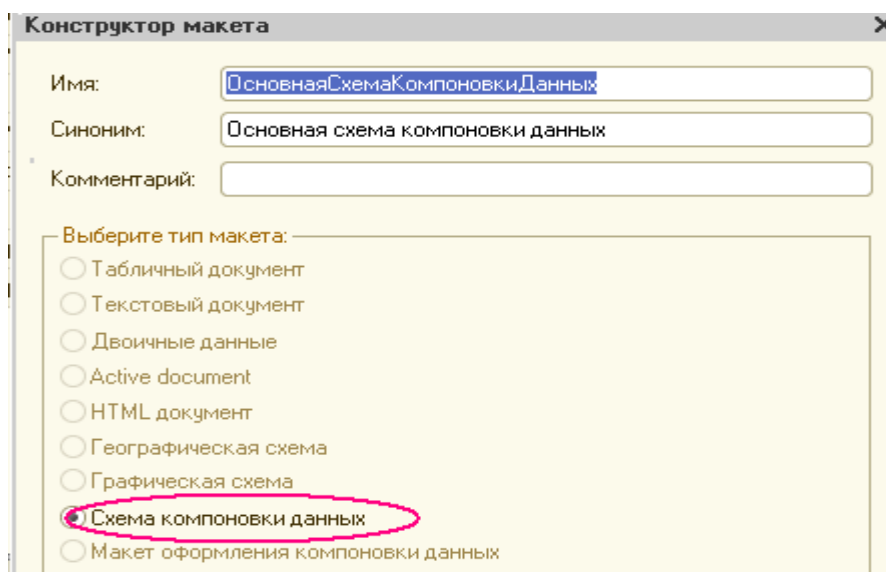

Рисунок 3.3 – Конструктор макета
**Макет.** Так как у отчета, который мы создаем, еще не существует схемы компоновки данных, платформа предложит создать новую схему. Схема компоновки данных с точки зрения конфигурации является макетом, поэтому будет открыт конструктор макета, предлагающий выбрать единственный тип макета - Схема компоновки данных (рис. 3.3).